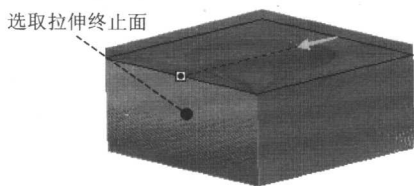

图 1.1.14 选取拉伸终止面
Step10. 在“拉伸”操控板中选取拉伸类型为，选取图 1.1.14 所示的面为拉伸终止面，单击“完成”按钮，则完成铣削曲面的创建。